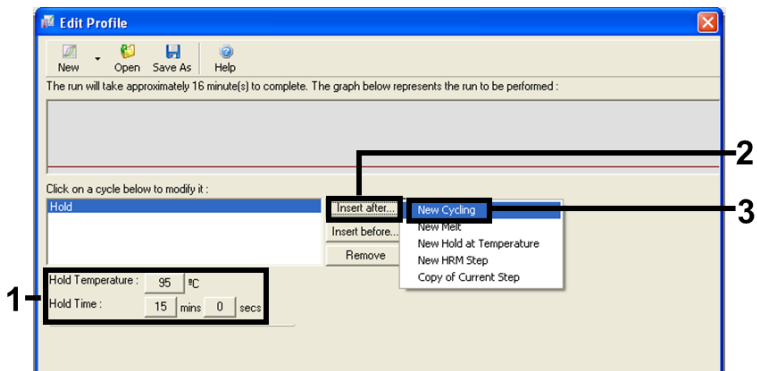

Figura 5. Fase di incubazione iniziale a 95°C.
- Impostare il valore nel campo Hold Temperature (Temperatura di sospensione) su 95°C e Hold Time (Durata sospensione) su 15 mins 0 secs (15 minuti e 0 secondi). Fare clic su Insert After (Inserisci dopo), quindi selezionare New Cycling (Nuovo ciclaggio) (Figura 5).